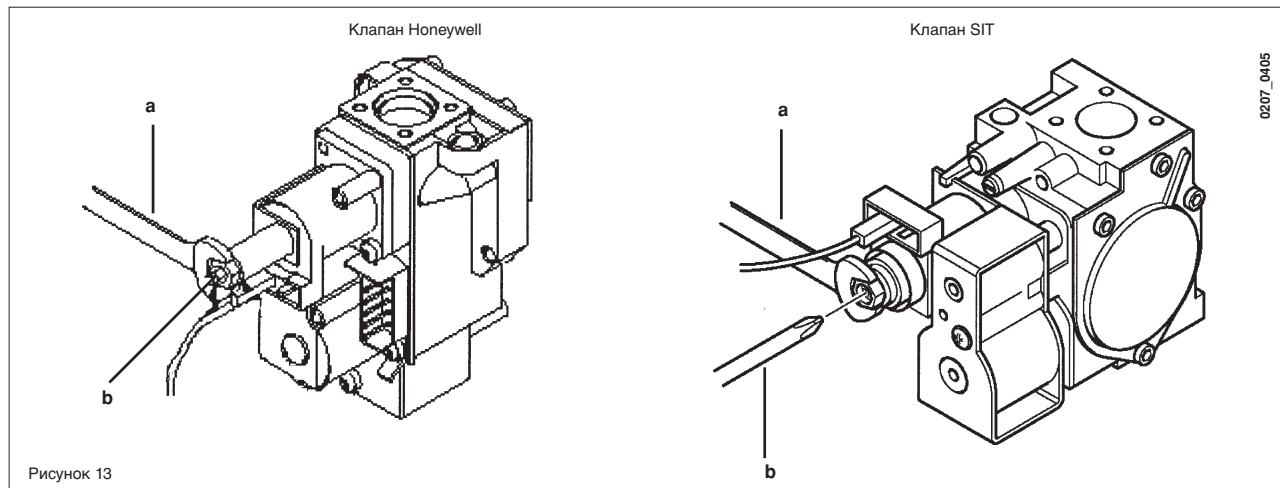

Рисунок 13
- Открыть газовый кран и повернуть ручку (1) в положение ЗИМА (❄️).
- Регулировать латунный винт (поз. а на рис. 13) так, чтобы получить давление, указанное в таблице 1 на странице 85.
- Отсоединить питающий кабель модулятора и развинчивать винт (поз. b на рис. 13) до достижения требуемого при пониженной мощности давления (см. таблицу 1 на странице 85).
Переключки в этом положении (см. рис. 13а):
Переключки в этом положении (см. рис. 13б):